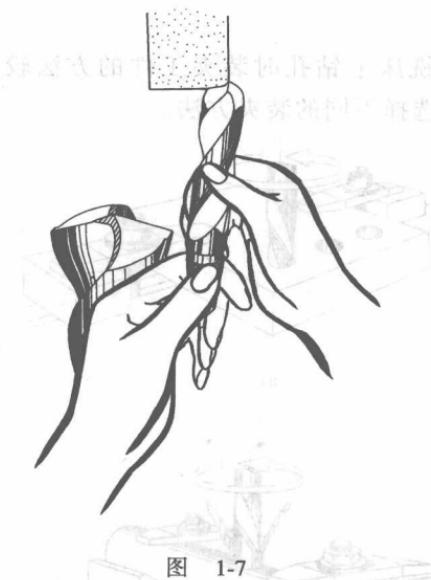

图 1-7
⑥ 修磨横刃。就是把横刃磨短，将钻心处前角磨大。通常 5mm 以上的麻花钻都需修磨，使修磨后的横刃长度为原长的 $1/3 \sim 1/5$ 。修磨方法，见图 1-7。